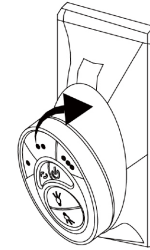

Fig. 28
**Étape 2.** Pour rendre le ventilateur opérationnel, installez deux piles 3V CR2032 (incluses). Les piles doivent être installées avec le côté positif (+) vers le haut. Remplacez-les par des piles CR2032 si nécessaire. (Fig. 28)